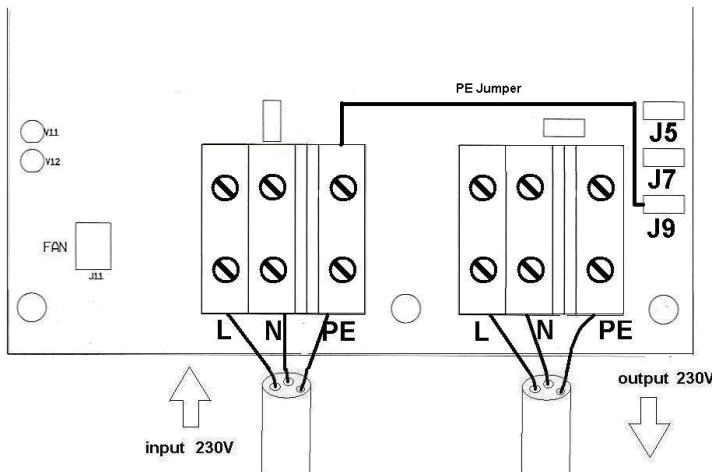

Abb. 2: Eingangserdung
2.2 Eingangserdung (Abb. 2)
Befindet sich das Boot an Land (Winterlager oder Reparatur), muss aus Sicherheitsgründen eine Verbindung zwischen den beiden PE Leitern (Eingang und Ausgang) gelegt werden. Hierzu wird eine Überbrückung zwischen PE-Eingang und der Steckverbindung J9 gelegt. (schwarze Verbindung in Abb. 2). Das Kabel gehört zum Lieferumfang.